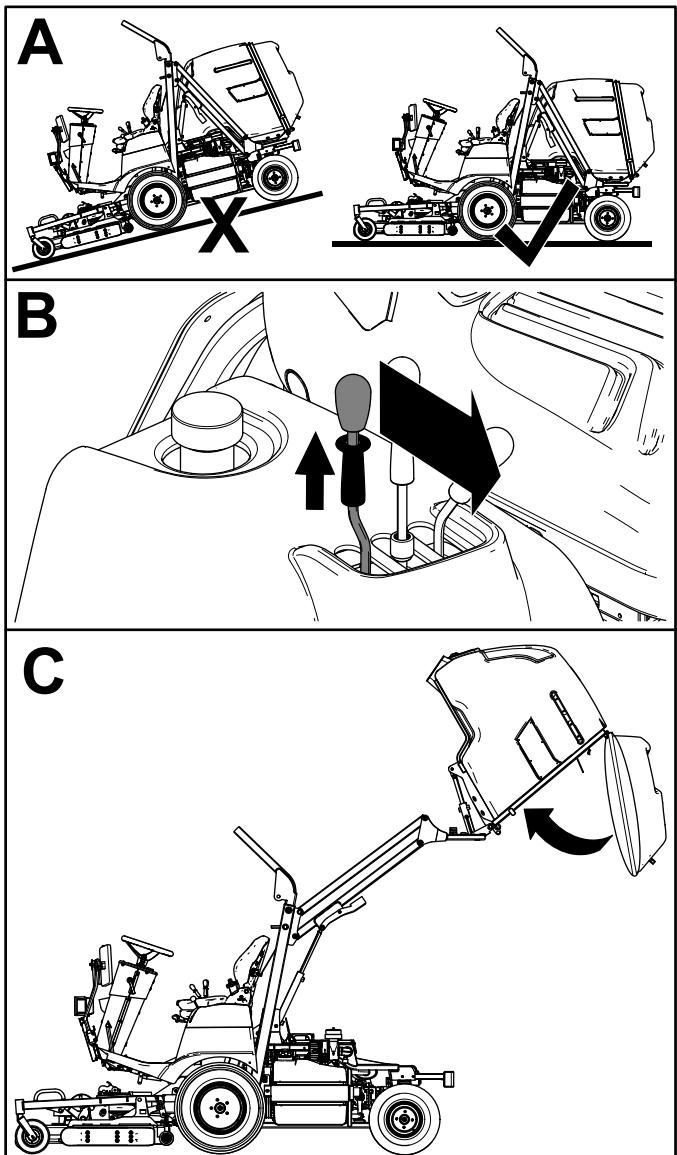

Figura 26
2. Após o despejo, puxe o aro de bloqueio da alavanca de esvaziamento da tremonha para cima e move a alavanca para a frente para fechar a tremonha (Figura 26).